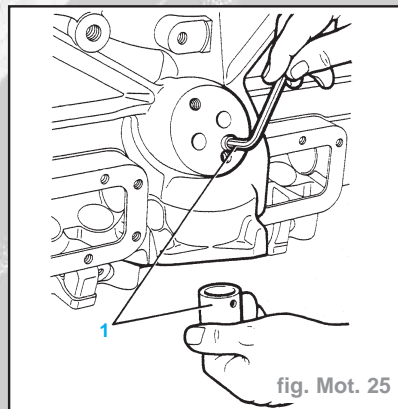

fig. Mot. 25
- A l'aide d'une clé Allen 6 mm, déposer la vis à tête creuse (1) maintenant la bague de pignon à denture inclinée et retirer la bague (Fig. Mot. 25).